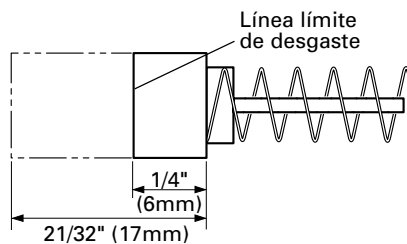

Fig. 20
2. Inspección de las escobillas (Figs. 20 y 21)
Por lo tanto, inspeccione periódicamente las escobillas y reemplácelas cuando se hayan desgastado hasta la línea límite mostrada en la Fig. 20.